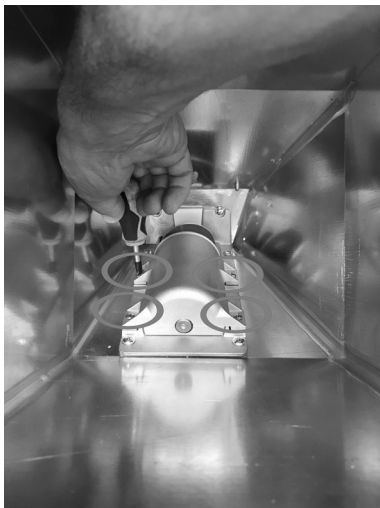

Fig. 77 - Extracción de los tornillos
- Desmonte la tapa de fundición (vea **Fig. 77**).